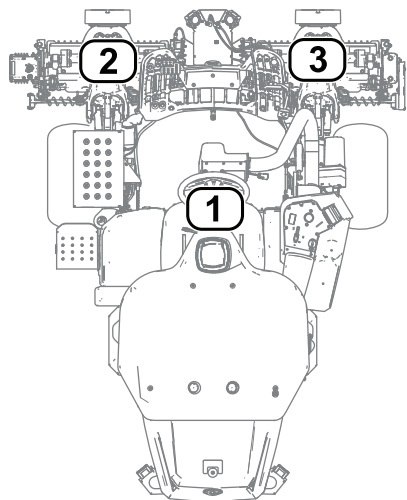

図 27
- 1 は中央カッティングユニット 図 27
- 2 は左前カッティングユニット 図 27
- 3 は右前カッティングユニット 図 27